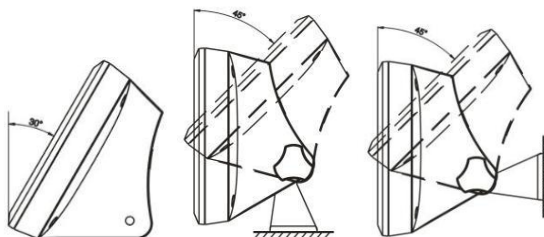

Figura 2-6: Ajuste del soporte para montaje en pared o columna
2. El soporte permite un amplio rango de ajuste, como se muestra en la Figura 2-6.